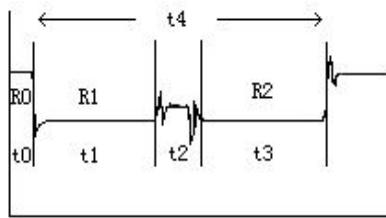

图5
3、启动有载开关,当听到有载开关动作对触头进行切换的声音时阻值随之发生变化。仪器将自动搜索到过渡波形,并显示在屏幕上。用四组光标移动键调整光标位置到波形串联.并联.串联的明显转折处。按“相序选择”键选择调整A.B.C三项,光标调节好后显示屏上将直接显示出波形时间和电阻值。各段参数的意义如图5所示, R1和R2是过渡电阻值,T0是三相同期,T2是桥接时间,T4是过渡时间。处理好三项的参数后,就可按“打印”键进行打印。这时打印的图纸包括波形和处理的参数值。
查找方式—设置波形的查找方式。按“确认”键进入菜单，按上键选择手动方式或自动方式，按“确认”键表示选中。开机默认为自动方式。手动方式和自动方式的区别是按“测量”键后仪器始终循环采集，直到按任一键才停止测量，波形要人工查找放大。上面所讲述槽作指南中的测试是自动方式的测试过程，下面简单介绍一下手动方式的测试过程。设置为手动方式后，按“测试”键仪器显示“正在充电”，同时可见到屏幕显示正在刷新的三条波形线，待显示波形呈直线状态且数值相对稳定时（注：这是一个充电过程）。启动有载开关，当听到有载开关动作对触头进行切换的声音时，阻值随之发生变化，采集的波形也发生小跳变。结束测试后显示的画面就是所测开关一次调压的全部动作过程。此时可通过按“↑”“↓”键把小跳变的波形移动到显示屏上部，按“确认”键把波形长度放大到比例适中即可。按“退出”键改变幅度比例适中即可，这样可人工寻找出开关切换波形。找到波形后，按“处理”键移动光标到“参数查阅”处按“确认”键则仪器将显示经平滑处理后的波形。用四组光标移动键调整光标位置到波形串联、并联、串联的明显转折处。按“相序选择”键选择调整A、B、C三项，光标调节好后显示屏上将直接显示出波形时间和电阻值。各段参数的意义如图5所示，处理好三项的参数后，就可按“打印”键进行打印。这时打印的图纸包括波形和处理的参数值。